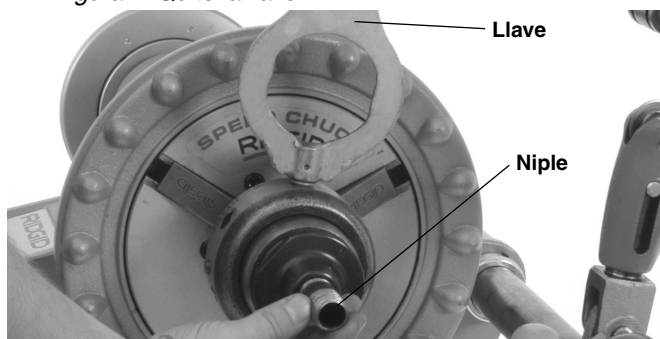

Figura 4 – Extracción del niple
12. Introduzca la clavija de la llave en uno de los agujeros del cuerpo del mandril niplero. Gire la llave para soltar el niple acabado y desenrosque el adaptador. Vea la Figura 4. Quite la llave.